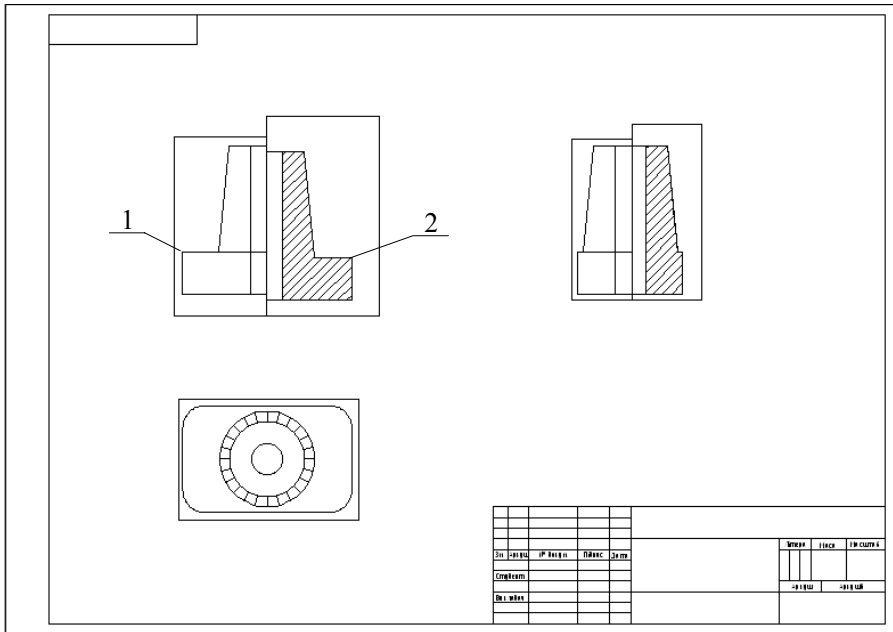

Рис. 11.40
По завершенні редагування штриховки буде отримано результат, показаний на рис. 11.40.
25. На рис. 11.40 на місці розташування головного вигляду можна побачити деякі недоліки, пов'язані з тим, що вигляд і розріз неузгоджені
Specify basepoint: _int of – активізуємо екран вигляду та вказуємо базову точку 1 (див. рис. 11.40);